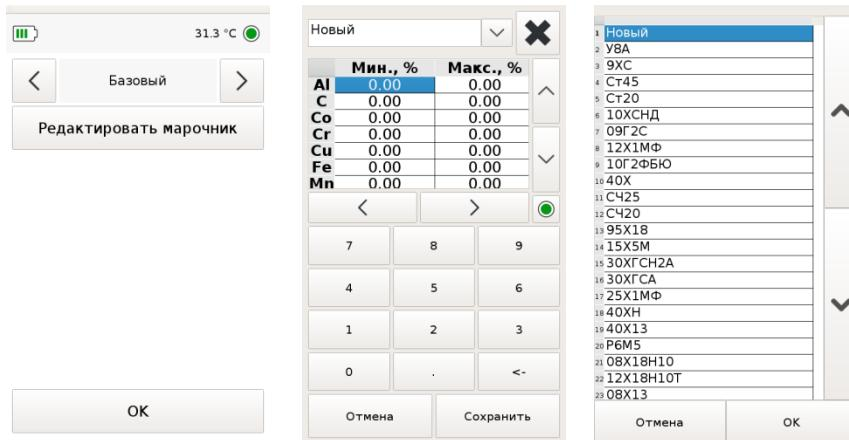

Рисунок 27 Редактор марочника
- 4.7.2. При наличии нескольких вариантов марочников (например, ГОСТ и AISI), выберите необходимый, используя стрелки вправо/влево. Нажмите кнопку «Редактировать марочник» (Рисунок 27), чтобы перейти к редактированию или добавлению марок.